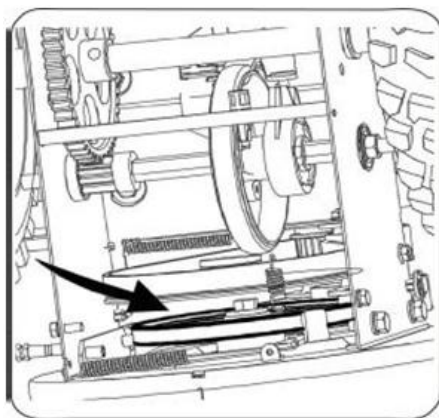

Рисунок 28
5. Снимите ремень со шкива шнека и пропустите его между кронштейном и шкивом шнека. Установка ремня шкива выполняется в обратном порядке (рис.28).